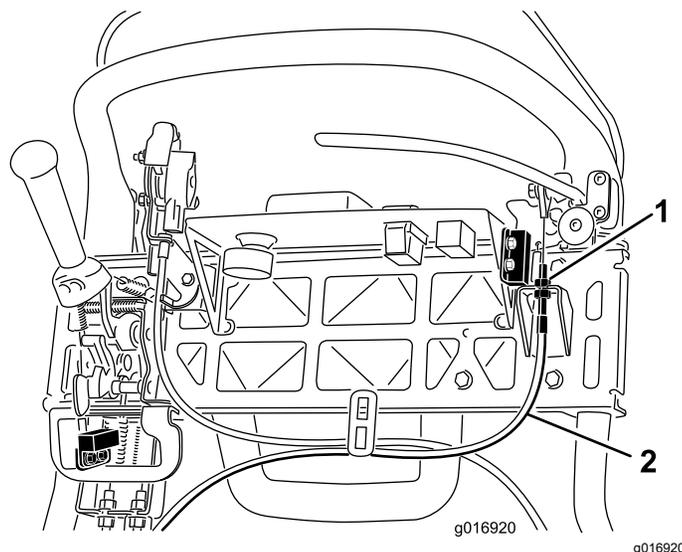

Figura 43
3. Para aumentar tensão do cabo, desaperte a porca de bloqueio do cabo superior e aperte a porca de bloqueio do cabo inferior (Figura 43) até que seja obtida uma força de 156 N aplicada na pega da alavanca do travão, necessária para libertar o trinco do travão de estacionamento. Não ajuste demasiado ou poderá prender o travão de estacionamento.